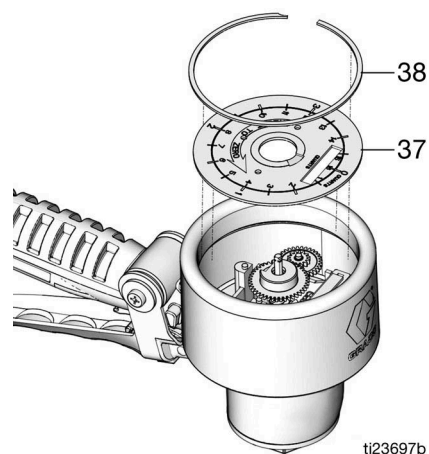

FIG. 22
3. Instale o painel da placa frontal (37) e o prendedor grande de retenção (38) (FIG. 22).